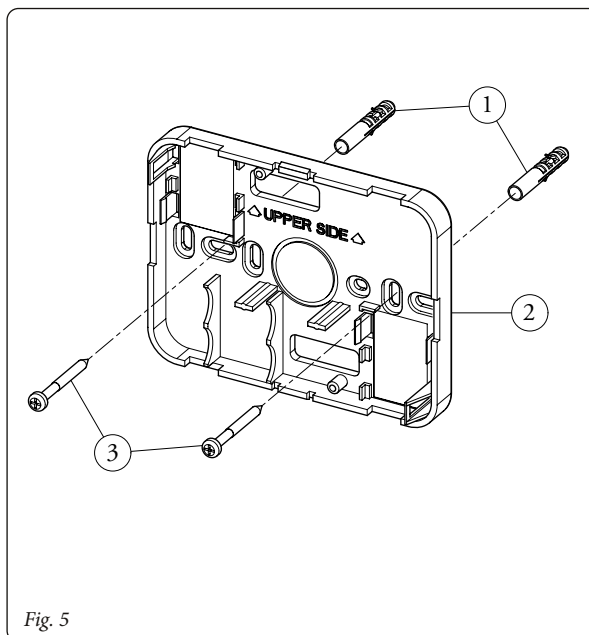
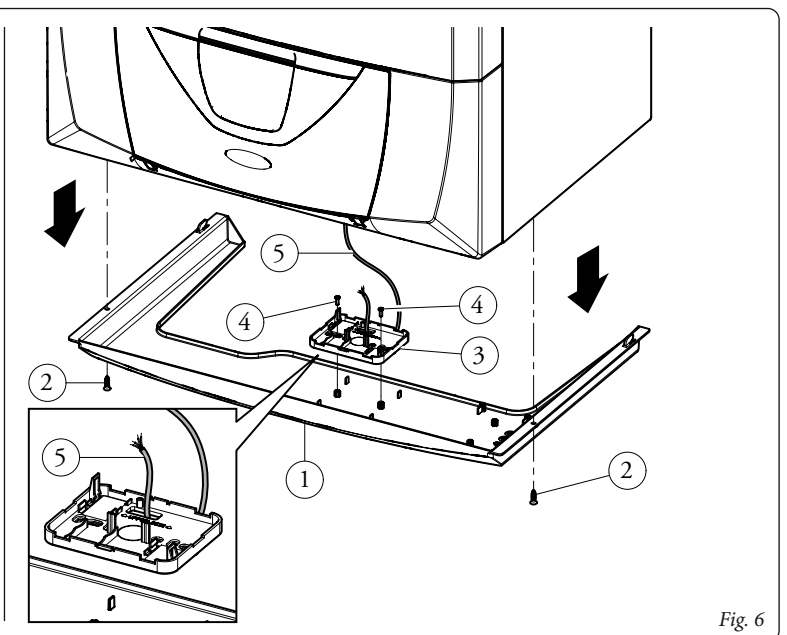

Fig. 5
Fig. 6
- 2) Installare il supporto del concentratore (2) fissandolo alla parete tramite i tasselli ad espansione (1) e le viti in dotazione (3) (Fig. 5). Il supporto può essere fissato anche all'interno della caldaia procedendo come descritto di seguito (Fig. 6):
N.B.: prima di fissare il supporto, è opportuno prevedere il passaggio del cavo di collegamento elettrico (5) all'interno delle feritoie.
- 2) Install the concentrator support (2) fixing it to the wall using the expansion anchors (1) and the supplied screws (3) (Fig. 5). The support can also be fixed inside the boiler by proceeding as (Fig. 6) follows:
- remove the grid (2), unscrewing the screws (2) and fix the support (3) with the two screws (4) supplied as indicated in figure 6.
N.B.: before fixing the support, it is advisable to provide for the passage of the electrical connection cable (5) inside the slots.